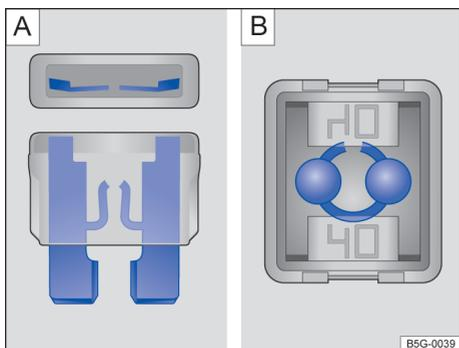

Fig. 175 Fusível queimado: **A**) fusível plano, **B**) fusível de bloqueio.
- Um *fusível plano* (ATO®, MINI®) queimado é reconhecido de cima ou de lado pela carcaça transparente nas faixas metálicas derretidas → Fig. 175 **A**.
- Um *fusível de bloqueio* (JCASE®) queimado é reconhecido pelas faixas metálicas derretidas por cima da carcaça transparente → Fig. 175 **B**.